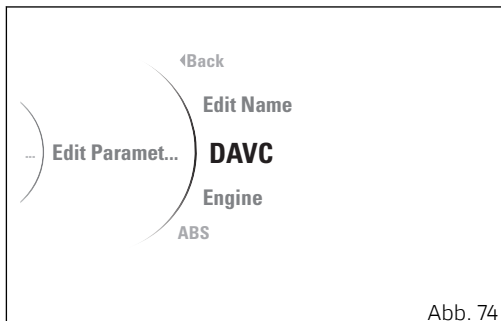

Abb. 74
- die Angabe „DAVC“ (Abb. 74) markieren, dann die Taste ENTER drücken.